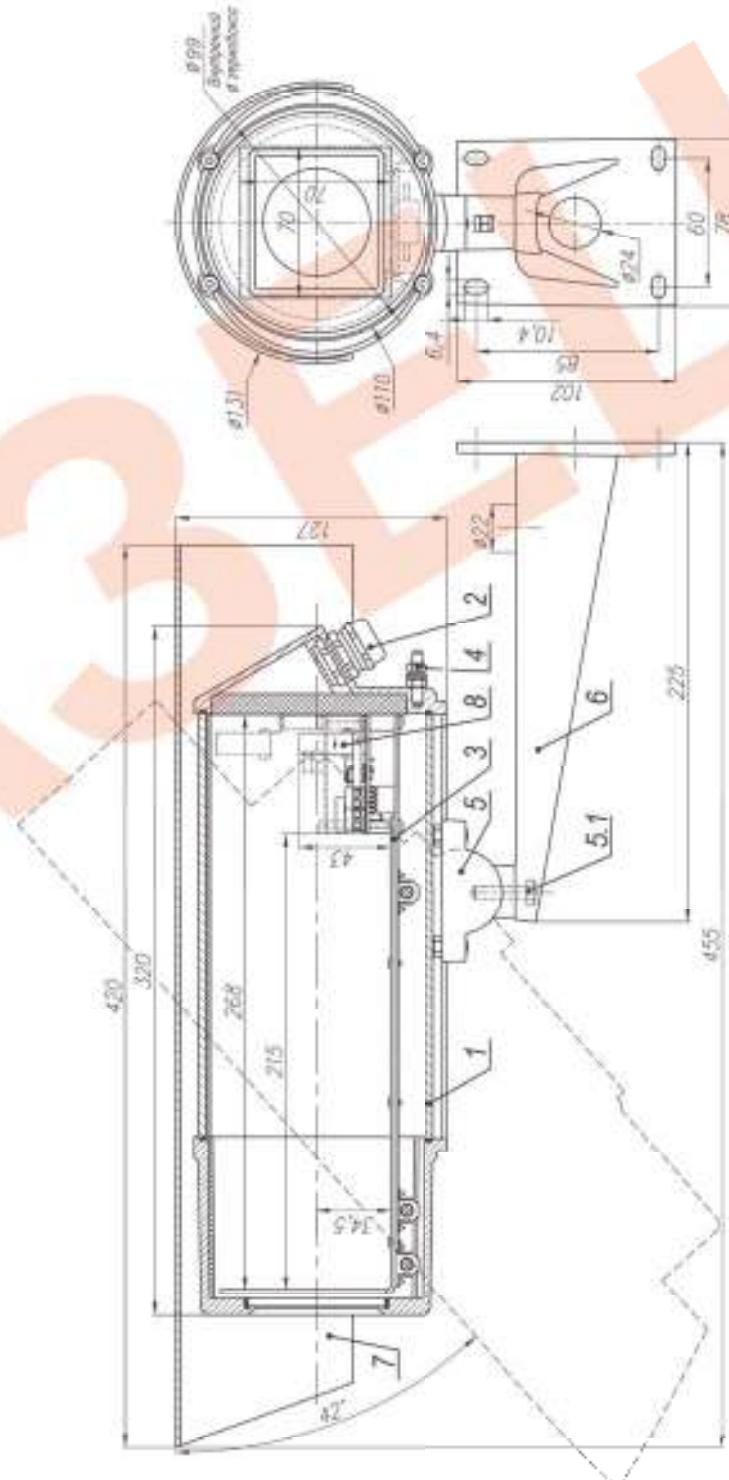

Рис.1 Состав и габаритно-установочные размеры ТГБ-7
2. Вывинтить модуль видеокамеры (поз.3 рис.1) из кожуха.
8. Ослабив болт фиксации шарнира (поз.5.1 рис.1), установить термообложку на нужное направление обзора, после чего надежно зафиксировать шарнир затянув болт.
9. Заземлить термообложку с помощью болта заземления (поз.4 рис.1).
В состав изделия входят (см. рис.1):